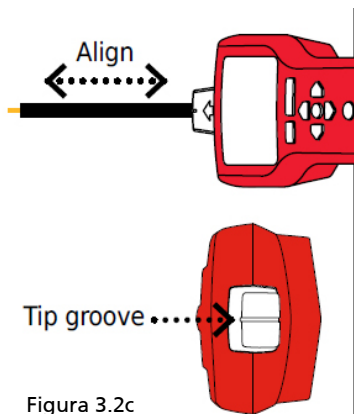

Figura 3.2c
5. Posicionamento do recetor: Para obter melhores resultados, alinhe a ranhura na sensor de ponta com a direção do cabo tal como ilustrado. O sinal poderá ser perdido se o alinhamento não for correto. (ver Figura 3.2c)